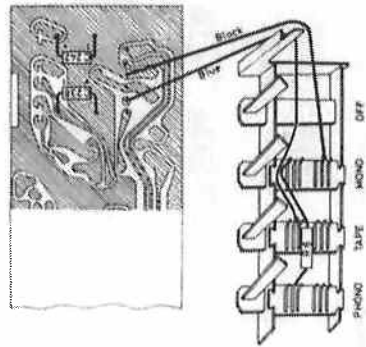

Fig. 6. Vendersesksjonen og MF-platen sett fra foliesiden i Huldra 8.
7. Monter C238 og C242 (16 μF, 25 V) på MF-platen som vist på fig. 6.